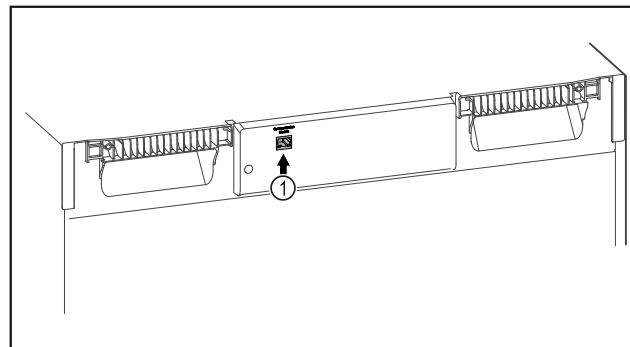

Fig. 86
- Założono SmartModule Fig. 86 (1).